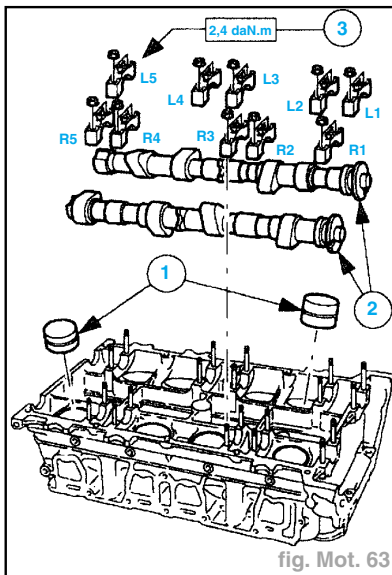

fig. Mot. 63
- Poser les arbres à cames (fig. Mot. 63) :